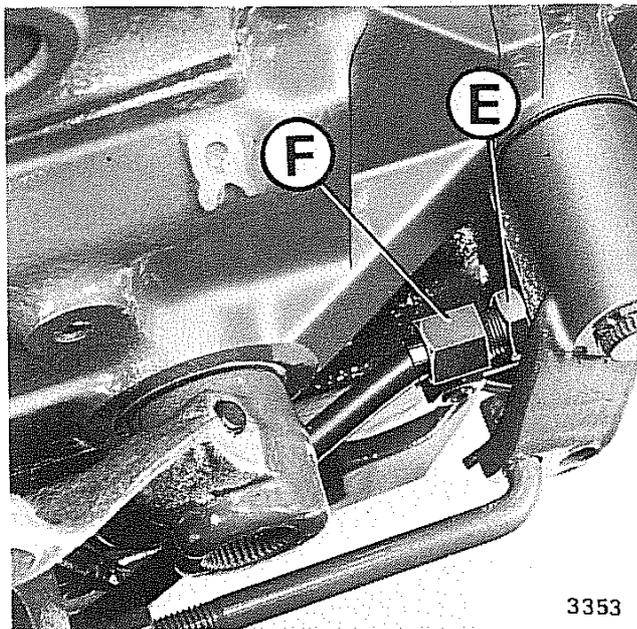

Fig. 38 - Registrazione frizione
- Allentare il controdado **E** (fig. 38)